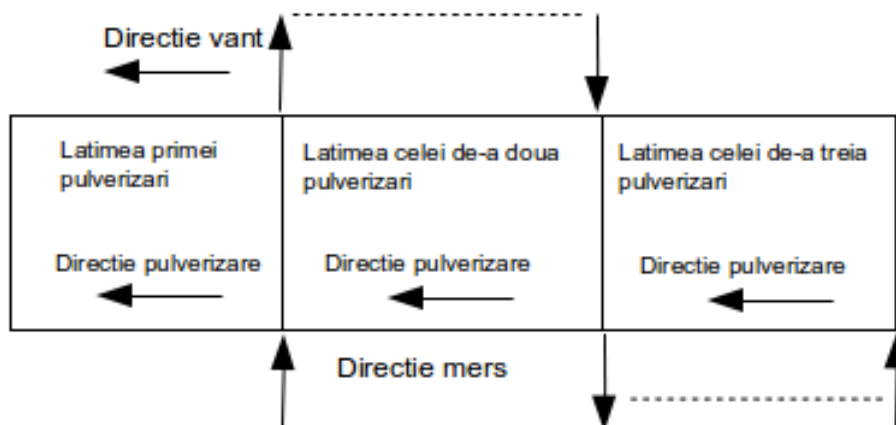

Fig. 13
1. Directia de mers a utilizatorului este determinata de directia vantului (a se vedea Fig. 13).
3. Linia punctata din Fig. 13 reprezinta distanta unde utilizatorul trebuie sa inchida intrerupatorul de la rezervorul cu substante chimice si sa reduca turatia motorului.